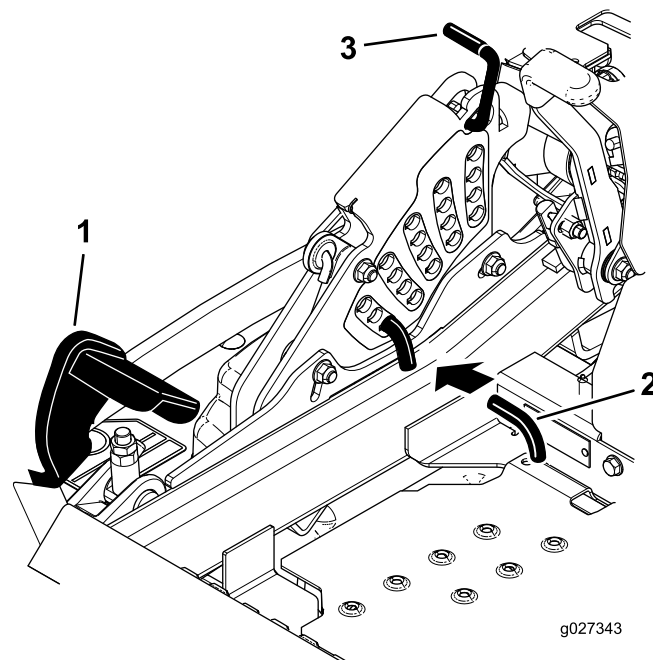

Figura 85
5. Premete completamente in avanti il pedale di sollevamento del piatto di taglio e quest'ultimo si bloccherà in posizione di trasporto a 14 cm (Figura 85).